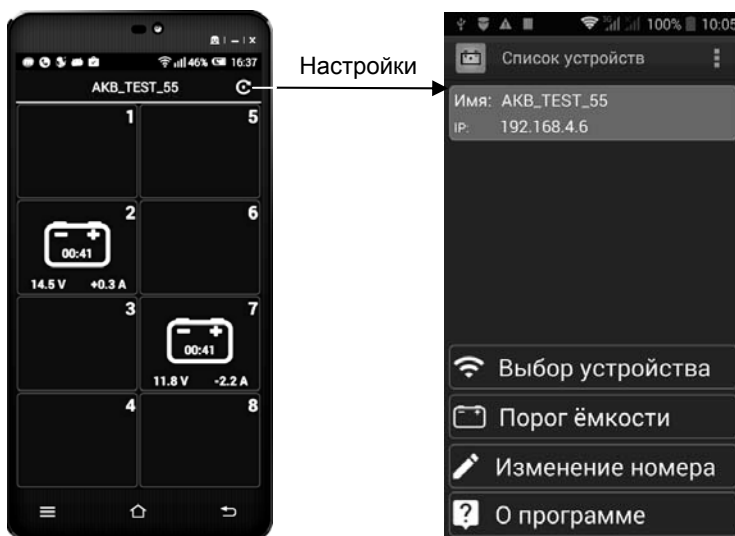

Рисунок 2 - общий вид приложения на смартфоне и меню настроек.
К изделию по сети Wi-Fi можно подключить смартфон, на который установлено приложение (см. рис. 2), позволяющее отслеживать процессы заряда/разряда, видеть результаты тестирования и регулировать порог ёмкости АКБ.
- убедиться, что индикатор WiFi горит ровным светом и на соответствующих ячейках приложения отображаются параметры АКБ в соответствии с рис. 2.